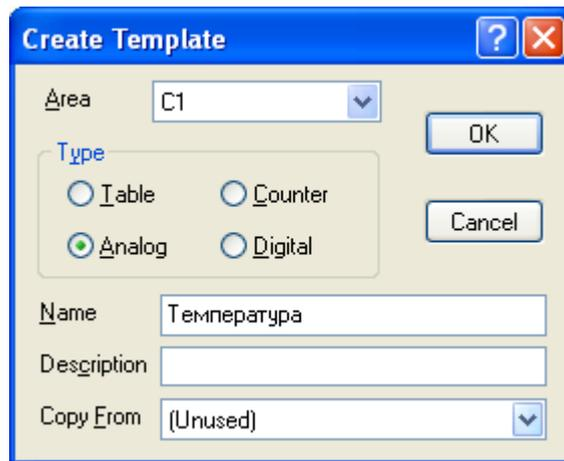

Рис. 4. — Создание аналогового шаблона
- 7 Чтобы продемонстрировать как можно больше функционала IGSS создадим аналоговый шаблон «Температура», на основе которого далее создадим два объекта — «Темп_повітря» и «Температура_води». Выбираем пункт меню **Template->Create**, выбираем соответствующую область, тип шаблона и вводим имя (Температура), как показано на рис. 4.